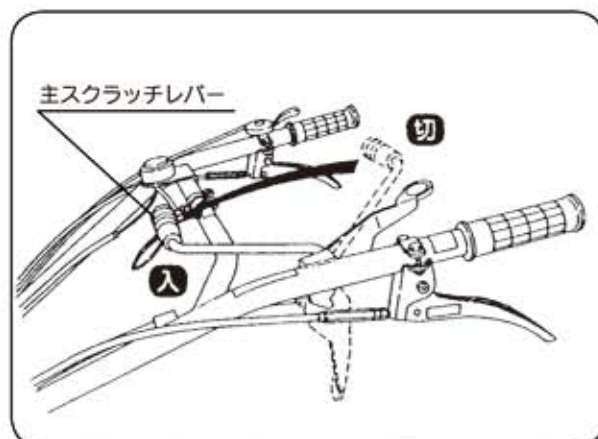

図13
- ③主クラッチレバーをゆっくり前方に押ししてください。(図13)